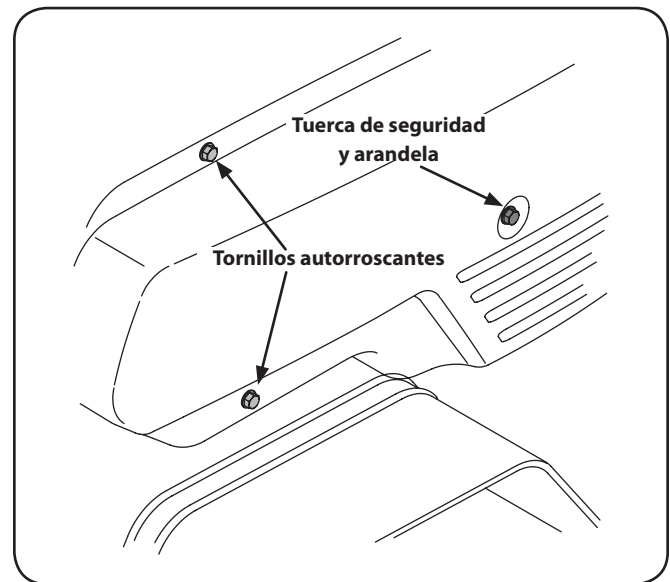

Figura 5-1
2. Retire la cubierta de la correa desde el lado izquierdo de la cultivadora retirando los dos tornillos autorroscantes y la tuerca hexagonal de detención y la arandela. Consulte la Figura 5-1.